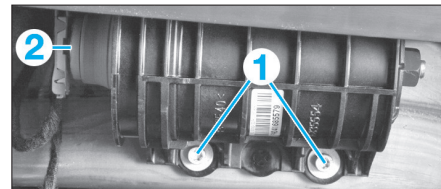

FIG. 3
- Desserrer les vis de fixation (1) du module (Fig.3).
- Déposer le module en ayant auparavant débranché le connecteur (2).